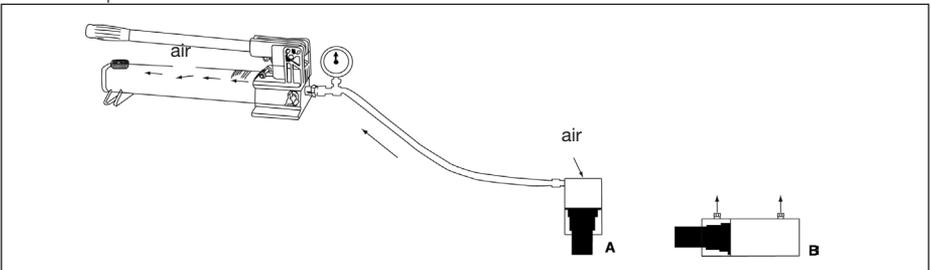

Рисунок 9
Удаление воздуха из гидравлической системы будет способствовать плавному выдвигению и возврату цилиндра (см. рис. 9).
3. Установите цилиндр в положение с плунжером, обращенным концом вниз (вверх, если используется стягивающий цилиндр). См. рис. 9 ниже.
3. Установите цилиндр в горизонтальное положение отверстиями вверх. См. рис. 9.